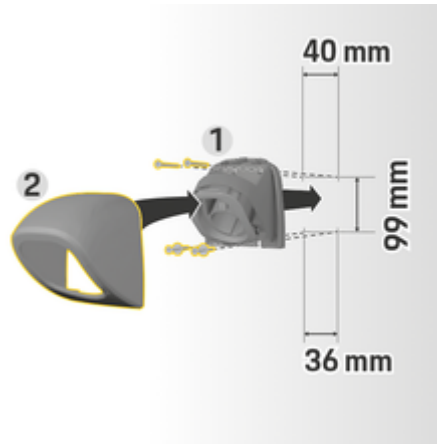

Fig. 52 Dimensiones de perforación
1. Retire el soporte del enchufe 1 de la cubierta (Fig. 52) 2 (Fig. 52).
4. Atornille el soporte del enchufe 1 (Fig. 52) a la pared.
5. Encajar la cubierta 2 (Fig. 52) en el soporte del enchufe 1 (Fig. 52) desde abajo y presiónelo hacia arriba.